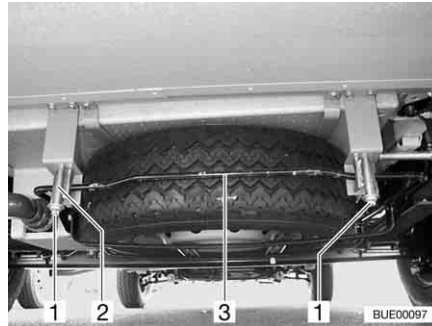

Bild 257 Reservhjulshållare
- Lossa muttrarna (Bild 257,1) lite på vänster och höger krok (Bild 257,2) på reservhjulshållaren.
- Tryck bygel (Bild 257,3) lite uppåt. Dra samtidigt kroken nedåt och lossa bygel.